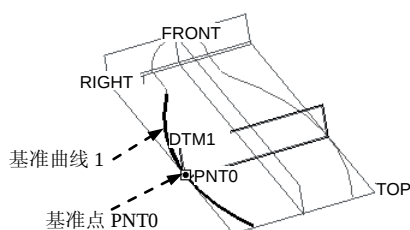

图 6.7.9 创建基准点 PNT0
Step6. 创建图 6.7.9 所示的基准点 PNT0。
(2) 如图 6.7.9 所示, 选择基准曲线 1, 按住 Ctrl 键, 再选择基准面 DTM1, 在“基准点”对话框中单击按钮。